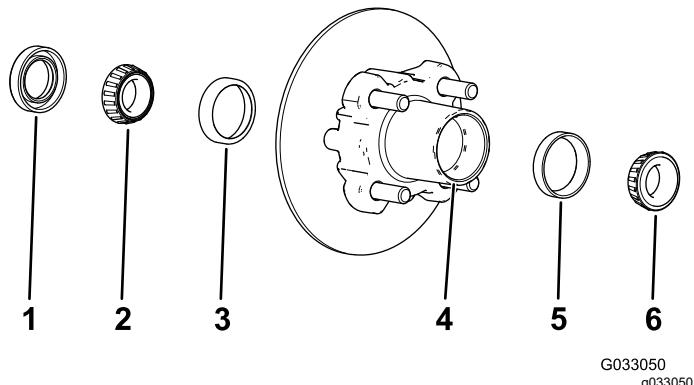

図 32
1. ハブから外側のベアリングとベアリングレースを取り取る図 32。
2. ハブから、シール、内側のベアリングを外す図 32。
5. ハブについているグリス、ごみなどをきれいに取り除く図 32。
7. キャビティの50-80 %程度にグリスを詰める図 32。
8. ハブの内側に内側ベアリングを取り付け、シールをはめる図 32。